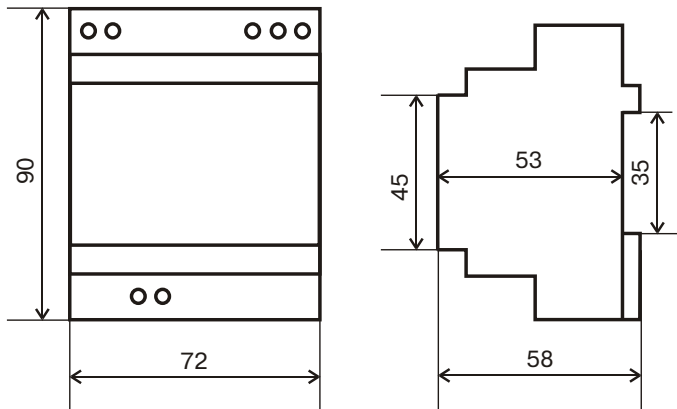

Рис.1 Габаритные и установочные размеры
2.6. Габаритные и установочные размеры терморегулятора приведены на Рис.1.